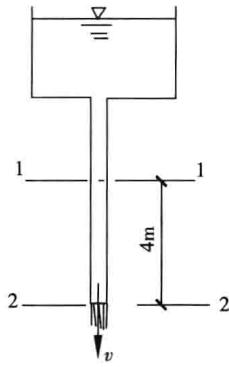

图 10-8
14. 如图 10-8 所示垂直下泄恒定流水管, 出口流速  $v=6 \text{ m/s}$ , 管径不变, 上游断面 1-1 高于出口断面 2-2, 高差为 4m, 水头损失不计。则上游断面 1-1 的压强水头为( )  $\text{m H}_2\text{O}$ 。